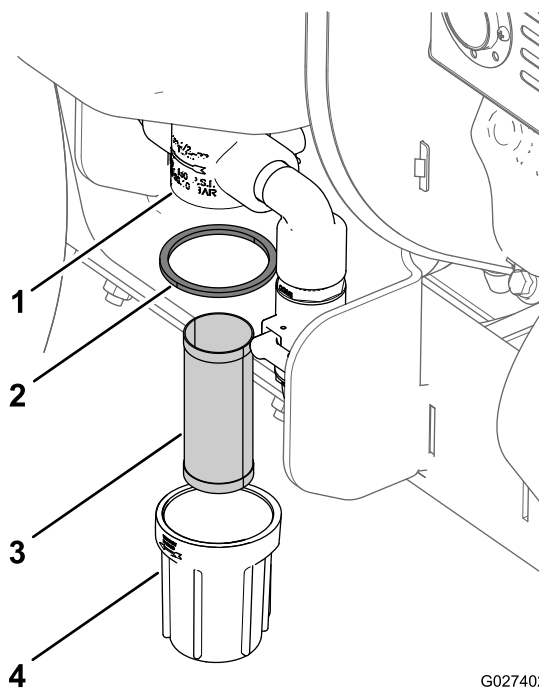

Figure 62
4. Tournez la cuvette du filtre dans le sens antihoraire et déposez-la ainsi que le filtre du boîtier (Figure 62).
7. Remettez le filtre dans le boîtier (Figure 62).
8. Vissez le joint et la cuvette à la main sur le boîtier du filtre (Figure 62).